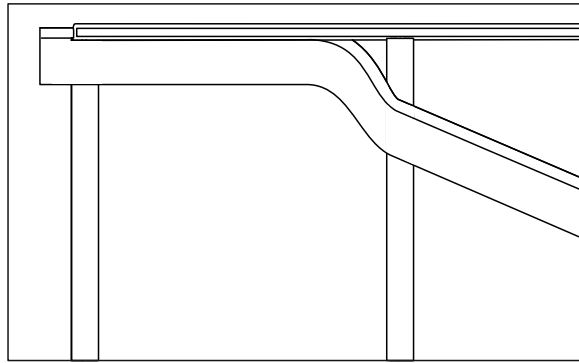

Abb. 1
1. Entnehmen Sie die Wandprofil-Gummidichtung aus dem Eimer mit Wasser und führen Sie diese in die dafür vorgesehene Fuge in dem Wandprofil ein. Schneiden Sie abschließend die überstehenden Enden ab. Siehe Abb. 1.